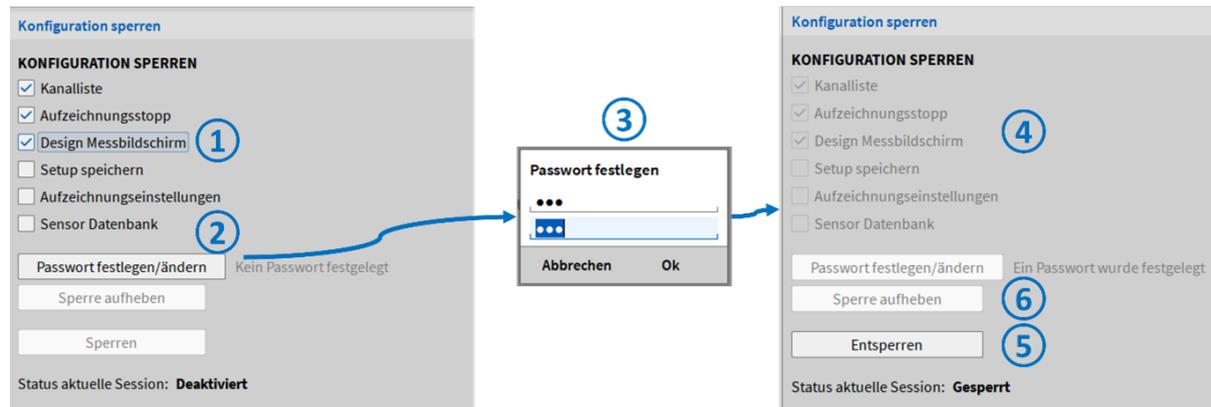

Abb. 5.47: Aktivierung des Setup-Schutzes
- Wähle die Einstellungen, die gesperrt werden sollen (siehe ① in Abb. 5.47).
- Drücke *Passwort festlegen/ändern* (siehe ② in Abb. 5.47).
- Vergib ein Passwort und bestätige es (siehe ③ in Abb. 5.47).
- Danach sind die gewählten Einstellungen gesperrt (siehe ④ in Abb. 5.47).
- Um die Sperre wieder aufzuheben, drücke den *Remove lock* Button und bestätige per Passwort-eingabe (siehe ⑤ in Abb. 5.47).
- Um den gesamten Schutz permanent wieder aufzuheben, drücke im entsperrten Zustand den *Entsperren* Button (siehe ⑥ in Abb. 5.47).